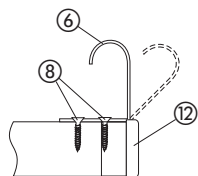

Рис. 2
2. Подготовка реек ③.
а) В торец профиля рейки ③ вставить заглушку профиля ⑫ (Рис. 2).
б) К рейке ③ необходимо прикрутить при помощи двух винтов ⑧ скобу ⑥. После этого скобу следует загнуть так, чтобы она представляла собой угол 90° (Рис. 2).